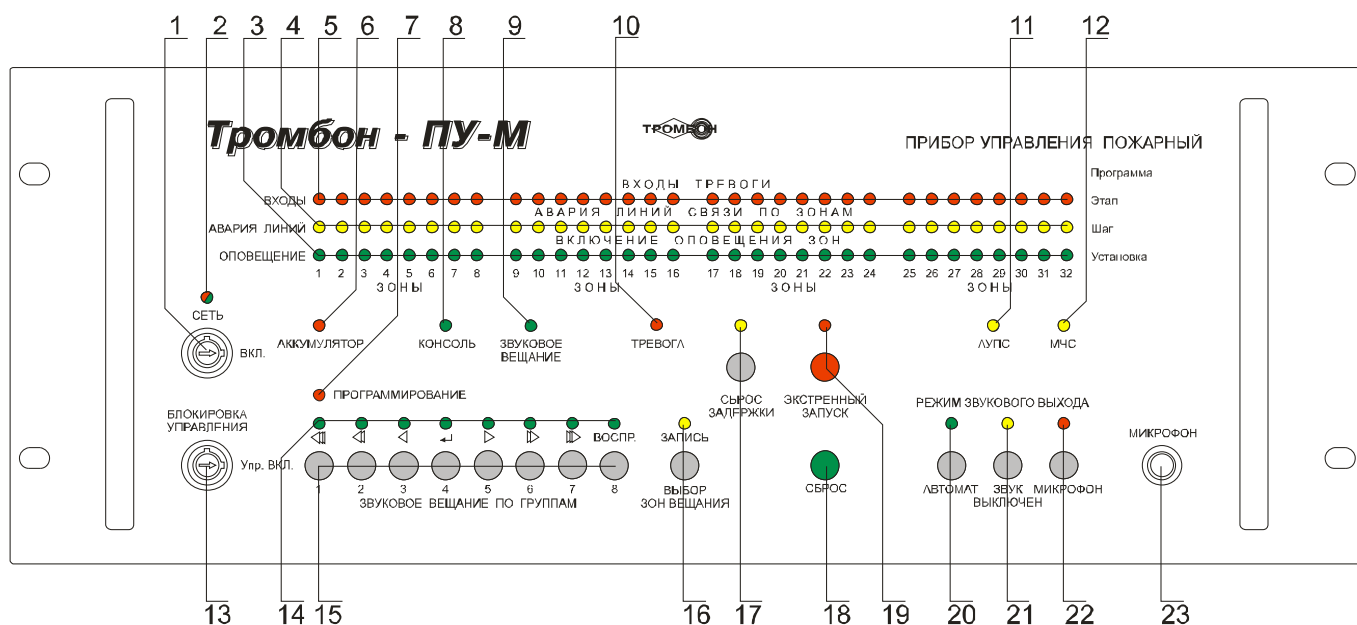

Рис. 1. Внешний вид ППУ «Тромбон – ПУ-М» и расположение органов управления и индикации.
- Любые другие значения сопротивления линии связи, воспринимается Прибором как авария линии связи. ППУ зажигает на передней панели индикатор аварии линий (рис. 1, поз. 4) соответствующий номеру неисправной линии и периодически издает звук зуммера.